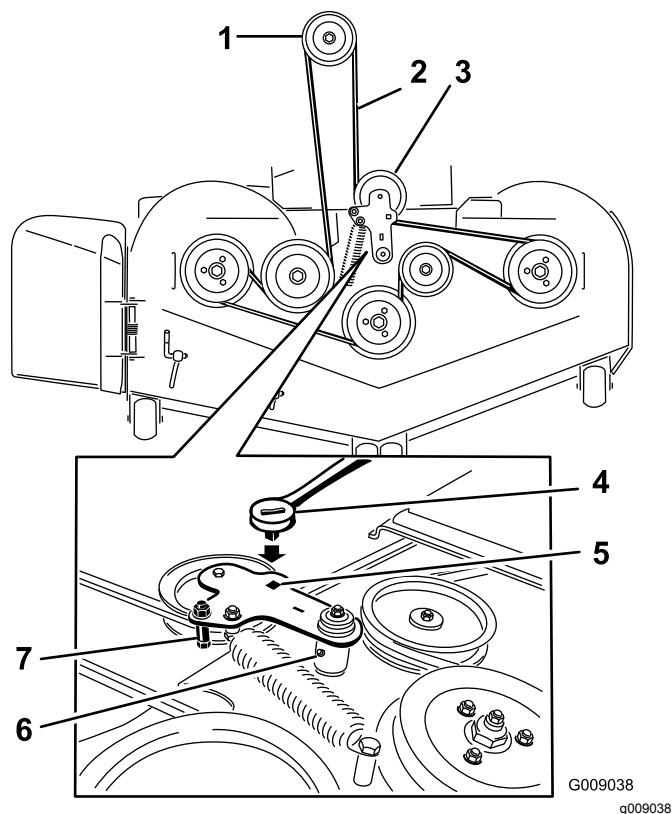

Figure 86
7. Insérez un rochet dans le trou carré du bras de tension pour détendre le ressort de la poulie de tension (Figure 86).
9. Enlevez le guide de courroie situé sur le bras de tension rappelé par ressort, comme montré à la Figure 86.
11. Acheminez la courroie neuve autour des poulies du plateau de coupe et de la poulie d'embrayage, sous le moteur (Figure 86).
12. Montez le guide de courroie sur le bras de tension, comme montré à la Figure 86.
13. Insérez le rochet dans le trou carré et montez le ressort de la poulie de tension (Figure 86).